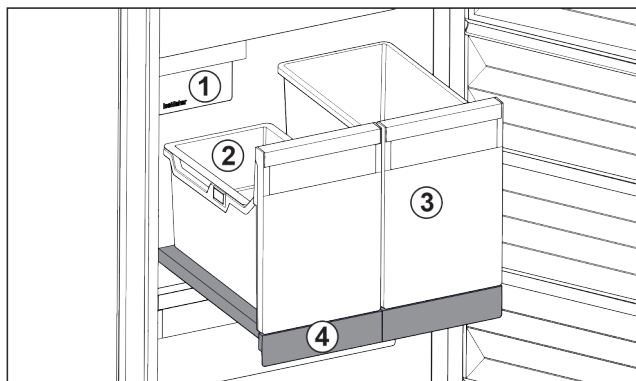

Fig. 27 Vysouvací přihrádka s IceTower
Na vysouvací přihrádce jsou dvě vysoké nádoby (IceTower). V nádobě Fig. 27 (2) se shromažďují a skladují kostky ledu z IceMaker. Nádoba Fig. 27 (3) se hodí pro skladování vysokých potravin jako pizzy nebo alkoholické nápoje.